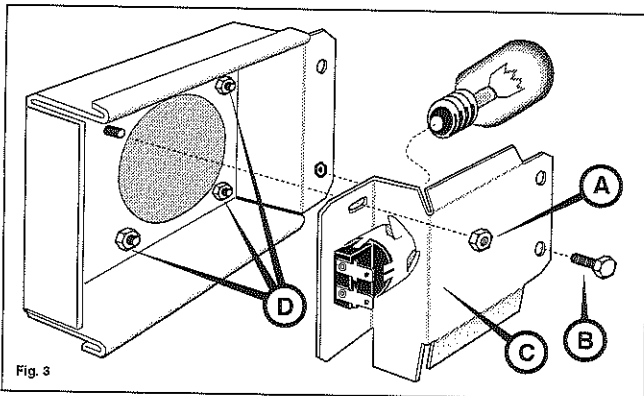

Fig. 3
4.1.1 Sostituzione lampade o vetro del portalam-pada (fig. 3)